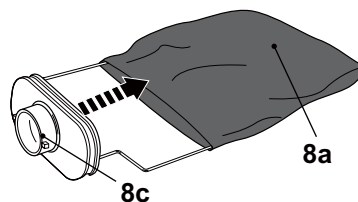

Fig. 10
- > Retire o saco de recolha (8a) do conector (8c) (Fig. 10) e esvazie os resíduos num saco de lixo adequado.